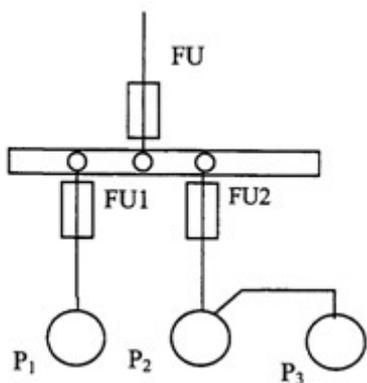

Рисунок 31 - Схема распределительной сети
**Пример 10** Рассчитать токи электроприемников и выбрать плавкие предохранители в распределительном шкафу, схема которых приведена на рис. 31.. Известны номинальная мощность каждого электроприёмника:  $P_1 = 19,6$  кВт;  $P_2 = 17,3$  кВт;  $P_3 = 3,2$  кВт, коэффициент мощности каждого потребителя:  $\cos \varphi_1 = 0,7$ ;  $\cos \varphi_2 = 0,6$ ;  $\cos \varphi_3 = 0,6$  и коэффициент спроса  $K_c = 0,8$